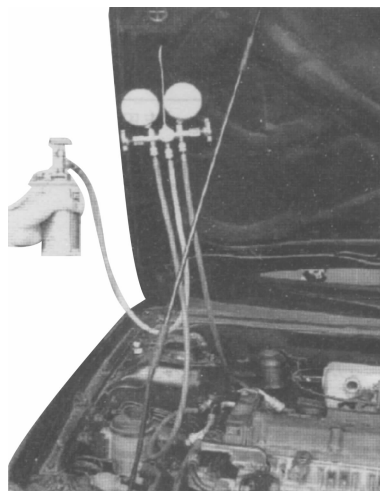

图 1-27 从低压端充注气态制冷剂
(1)如图 1-27 所示,将歧管压力表与压缩机和制冷剂罐连接好。